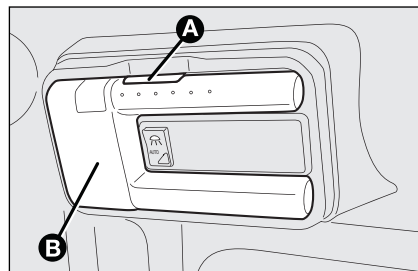

fig. 44
- ☐ druk op de knop **A-fig. 44** en verwijder het uitneembare plafondlampje **B**;